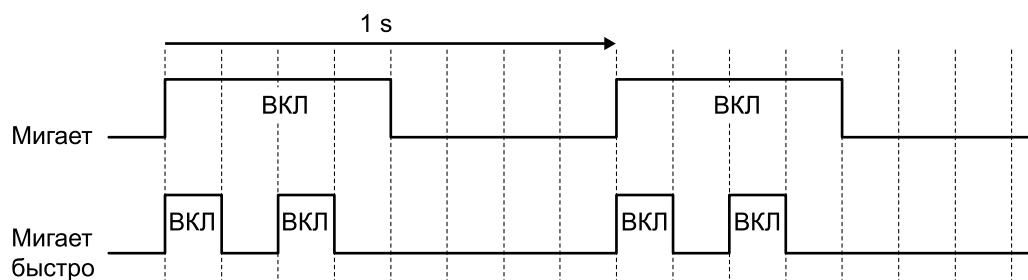

Рисунок 8.5 Состояния мигающего индикатора
*1 Отличие обычного мигания от быстрого см. на иллюстрации Рисунок 8.5.